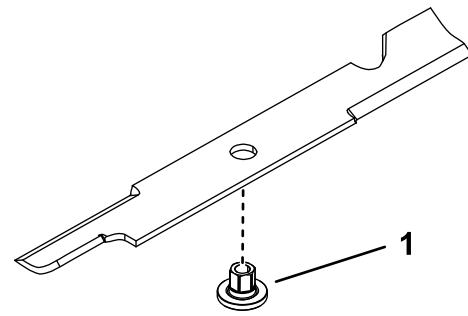

Bild 92
- Montieren Sie eine Buchse durch das Messer, wobei der Bund der Buchse auf der unteren (Gras-)Seite des Messers liegen muss (Bild 92).